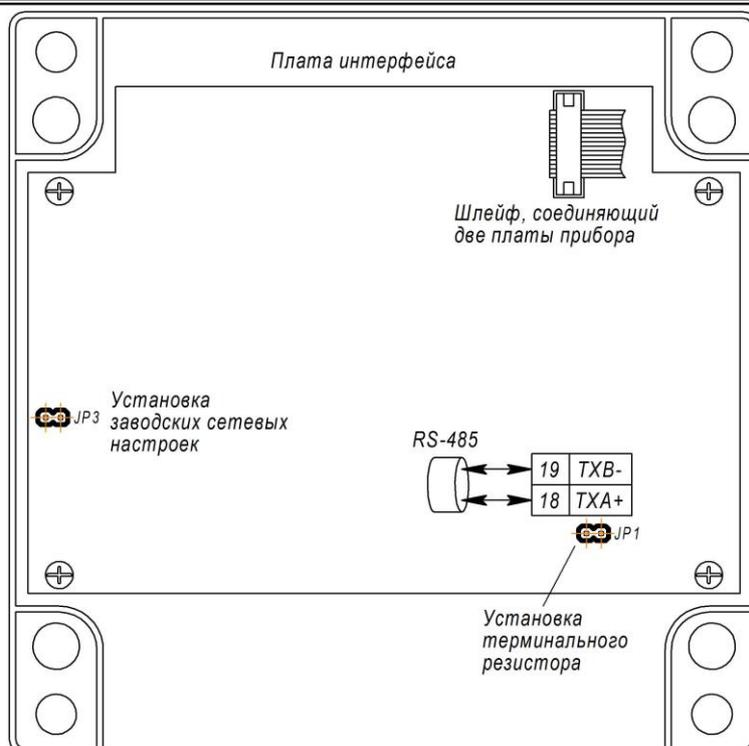

Рисунок 4.3 – Схема подключения внешних сигналов к плате интерфейса РСУ-31
4.4.5.1 Обесточить блок, вскрыть и установить перемычку JP1 на плате интерфейса (см. рис. 4.3), после чего подать питание. Блок перейдет в режим конфигурации сетевых настроек. Открыть программу МИК-Конфигуратор и произвести поиск блока в сети.